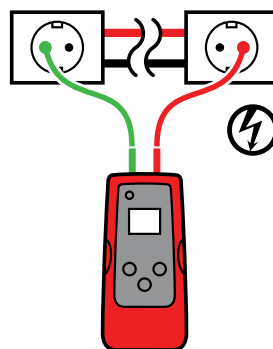

Figura 3.1a
2. Collegare il cavetto rosso al cavo Linea sotto tensione (sul lato carico del sistema). Il segnale sarà trasmesso SOLTANTO tra la presa a cui è collegato il trasmettitore e la sorgente di alimentazione (vedi Figura 3.1a). (Fare riferimento alla sezione 2.2 per ulteriori spiegazioni).